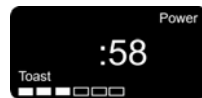

Fig. 13
6. La minuterie fait le décompte à partir de 58 secondes. (Fig. 13)